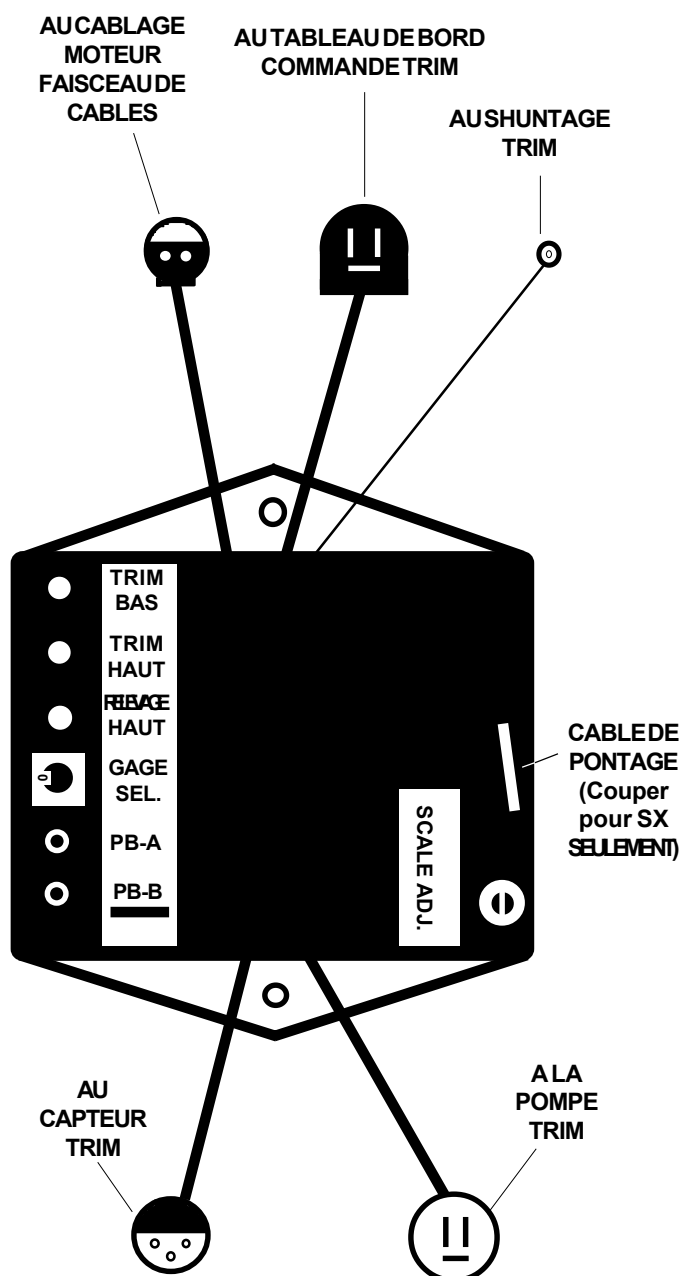

Figure 1. Identification des raccords pour le limiteur Trim
2. Appliquer une légère couche de graisse hydrofuge des deux côtés du raccord de pompe Trim (voir la figure 1) allant directement à la pompe Trim. Aligner la partie femelle avec le raccord de câble et assembler fermement.
3. Appliquer une légère couche de graisse hydrofuge au raccord de capteur Trim (voir la figure 1) allant directement à la platine de tablier. Aligner et brancher le raccord en l'assemblant fermement, bloquer avec un clip de retenue.
4. Appliquer une légère couche de graisse hydrofuge au raccord de shuntage Trim (voir la figure 1) allant au fil de shuntage du câble d'instrument. Aligner et brancher le raccord, assembler fermement.
5. Appliquer une légère couche de graisse hydrofuge au raccord de commande Trim (voir la figure 1) allant au faisceau de câbles Trim/relevage du tableau de bord. Aligner et brancher le raccord, assembler fermement.
6. Appliquer une légère couche de graisse hydrofuge des deux côtés du raccord de connecteur du faisceau de câbles de moteur (voir la figure 1). Sur les applications diesel, ce connecteur sera branché directement au câble Trim allant aux commandes Trim sans passer par le faisceau de câbles du moteur. Aligner et brancher le raccord de câble, assembler fermement, bloquer avec un clip de retenue.